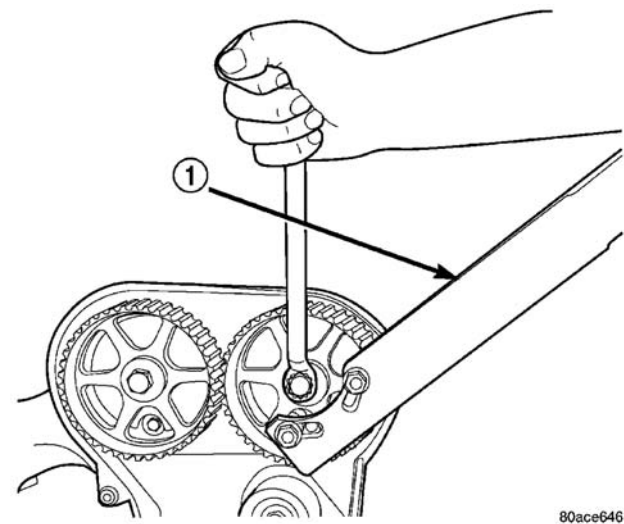

图 124 凸轮轴链轮-拆卸-安装
- （3）用专用工具 6847 固定住凸轮轴链轮同时卸下螺栓（图 124）。卸下两个凸轮链轮。
(3) 安装后时规盖和紧固件。
(4) 安装正时皮带张紧轮，并将安装螺栓拧紧至扭矩 61N·m(45ft.lbs.)
(5) 安装凸轮轴链轮。使用专用工具 6847 稳固链轮（图 124），将螺栓拧紧至扭矩 101N·m(75ft.lbs.)。
(6) 安装正时皮带。（请参阅第 9 单元-发动机/气门正时/正时皮带/链条与链轮-安装）